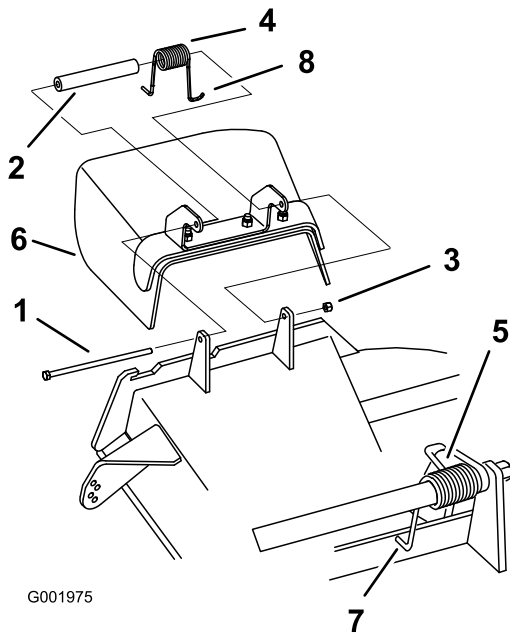

Figure 75
1. Retirez le contre-écrou, le boulon, le ressort et l'entretoise qui fixent le déflecteur aux supports de pivot (Figure 75). Enlevez le déflecteur s'il est endommagé ou usé.
Remarque: Prenez soin de placer l'extrémité en L du ressort derrière le bord du plateau avant de mettre le boulon en place, comme indiqué à la Figure 75.
3. Remettez le boulon et l'écrou. Accrochez l'extrémité en J du ressort au déflecteur d'herbe (Figure 75).